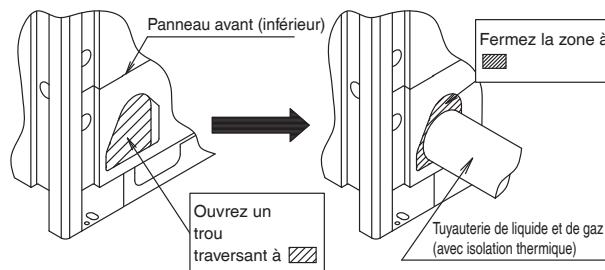

Fig. 31
- Ouvrez un trou traversant dans le couvercle de sortie de la tuyauterie et installez, puis fermez la sortie de la tuyauterie avec le matériau d'étanchéité (à se procurer sur place) après l'essai de fonctionnement pour prévenir l'entrée de petits animaux. (voir la Fig. 31)